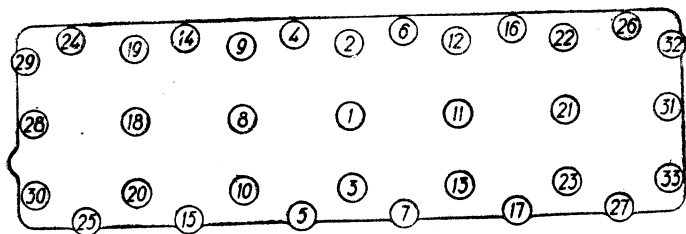

Рис. 3. Последовательность подтяжки гаек крепления головки цилиндров.
7. После 500 км пробега подтяните гайки шпилек крепления головки цилиндров, соблюдая порядок затяжки, указанный на рис. 3. Эту операцию делайте специальным ключом (прилагаемым к машине), без рывков одной рукой только на холодном двигателе.